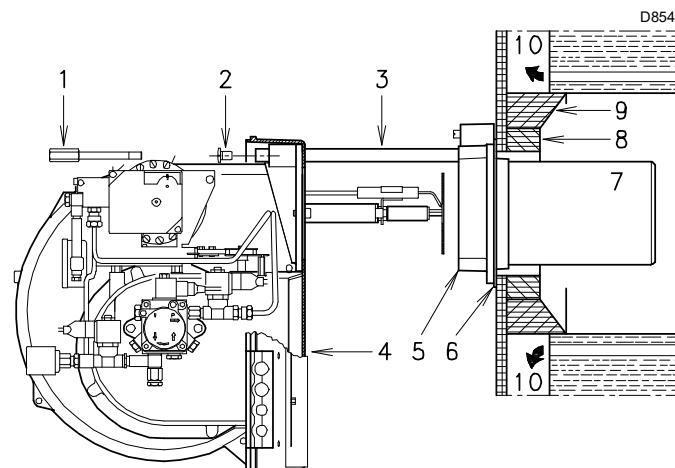

Fig. 11
Para calderas con paso de humos delantero 10)(Fig. 11) o con cámara de inversión de llama, introducir una protección de material refractario 8) entre el refractario de la caldera 9) y el tubo llama 7).
Desmontar el tubo llama 7) del quemador 4)(Fig. 11) de la siguiente manera:
- hacer retroceder el quemador en las guías, como indica la Fig. 11;